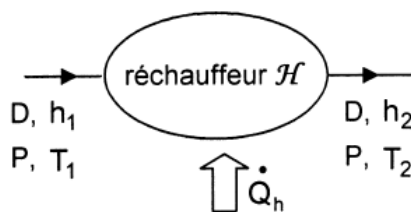

Figure 8
6. Réchauffeur et robinet de laminage (figures 8 et 9)